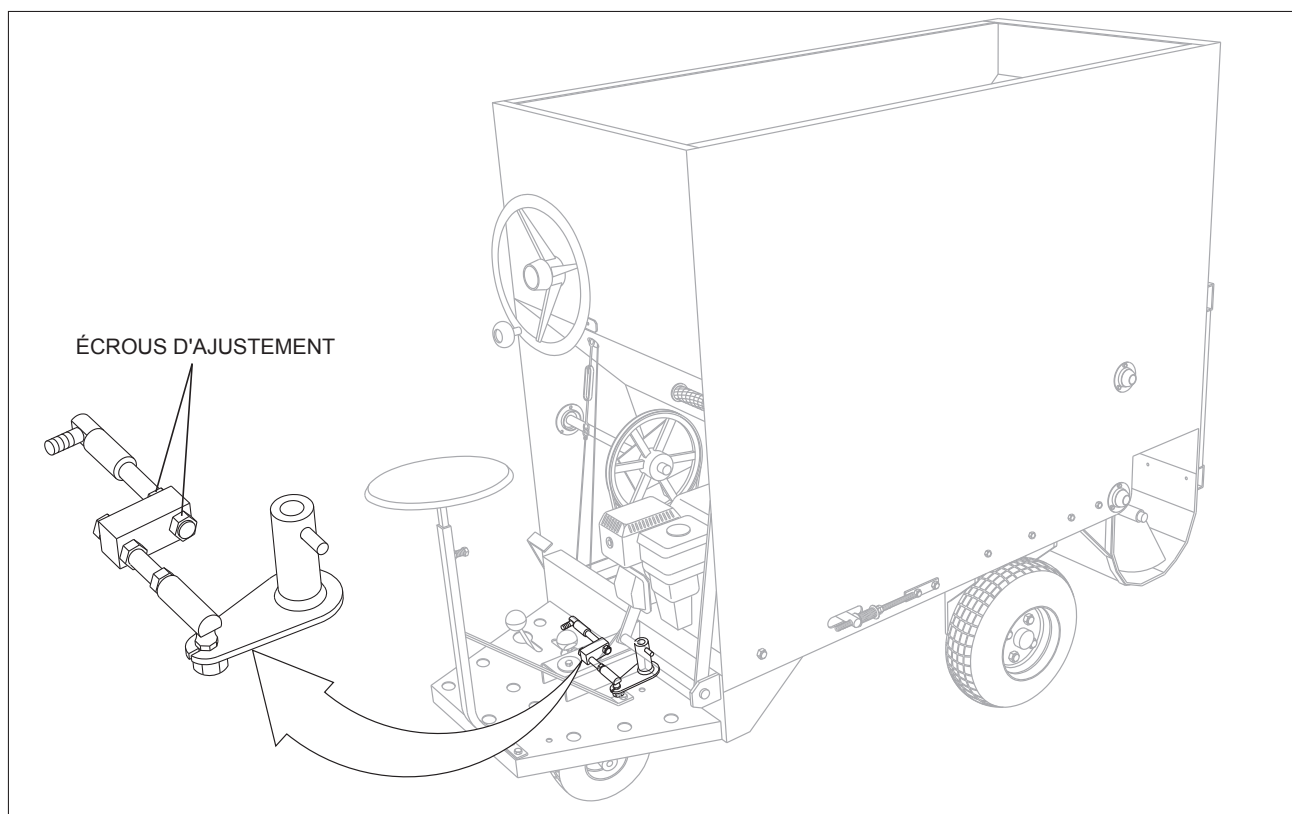

Fig. 24 AJUSTEMENT DU NEUTRE
3. Lorsque le moteur fonctionne au ralenti, tournez les écrous d'ajustement (figure 24) dans n'importe quel sens jusqu'à ce que les roues commencent à révolutionner.